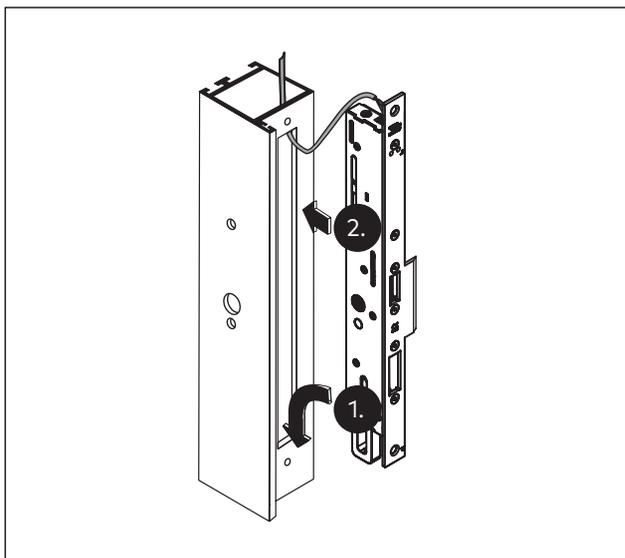

Abb. 33 Schloss einführen
4. Das Schloss in den Türblattausschnitt einführen (Abb. 33).